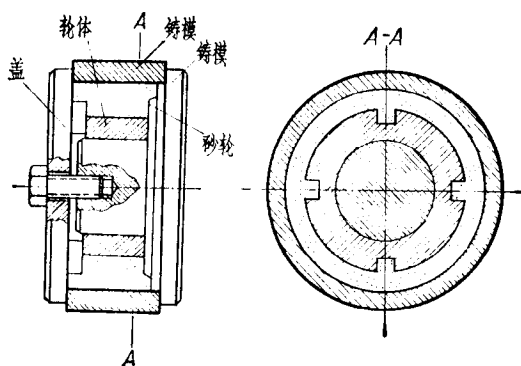

图 5 砂轮浇铸模具
2. 加热铸模: 模具见图 5。把模具加热到 $50\sim 70^{\circ}\text{C}$ 。加热后在其工作面涂上脱模剂(如聚乙烯醇或石蜡), 然后保温, 准备浇铸。